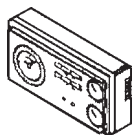

Fig. 4.2
- regular el termostato ambiente a la temperatura deseada ($\sim 20^{\circ}\text{C}$), o bien, si la instalación posee un programador horario o termostato, controlar que esté activado y regulado ($\sim 20^{\circ}\text{C}$) (fig. 4.2)